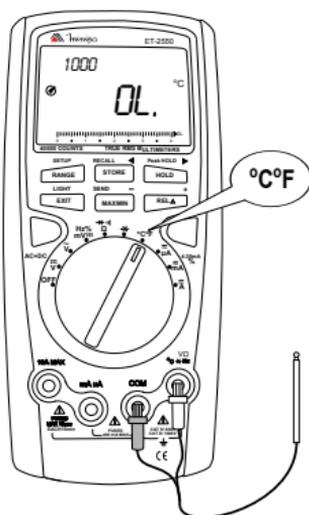

Figura 11
2. Insira o termopar no instrumento como mostrado na Figura 11.